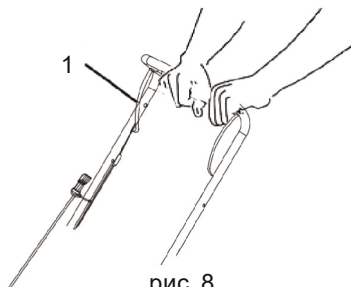

рис. 8
2. Прижмите скобу к рукоятке (рис. 8).